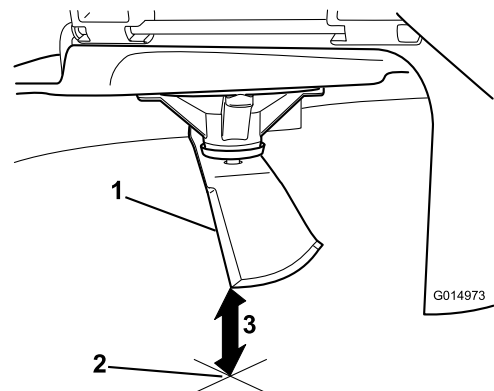

Figure 84
5. Mesurez la distance entre la pointe de la lame et la surface plane (Figure 84).